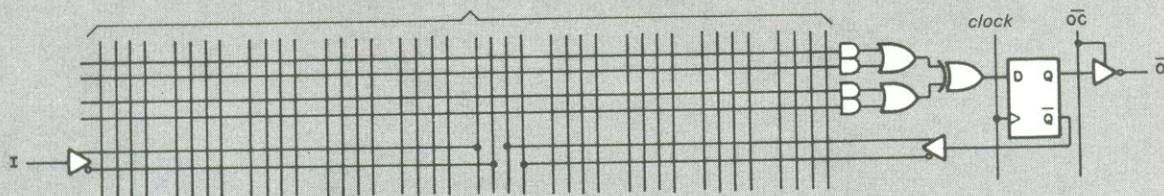

Fig. 10
**PAL OU-Exclusivo** (fig. 10) — Neste caso, a soma de produtos é segmentada